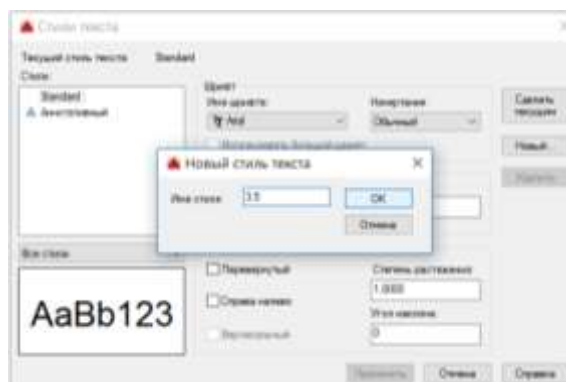

Рис. 1.7
2. В диалоговом окне «Стили текста» (рис.1.7):